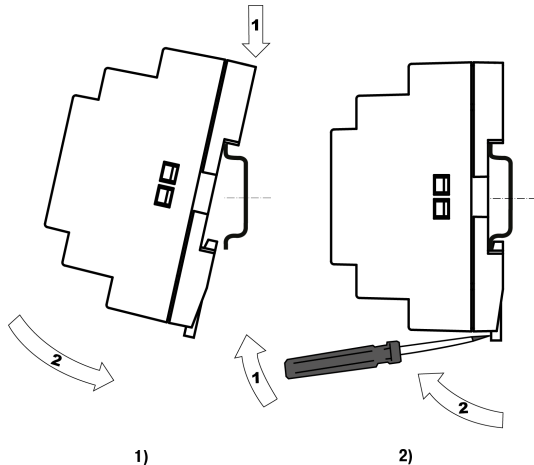

Рисунок 2 – Монтаж (1) и демонтаж (2) прибора
3. С усилием придавить прибор к DIN-рейке в направлении, показанном стрелкой, до фиксации защелки (см. рисунок 2).
Для демонтажа прибора следует (см. рисунок 2):